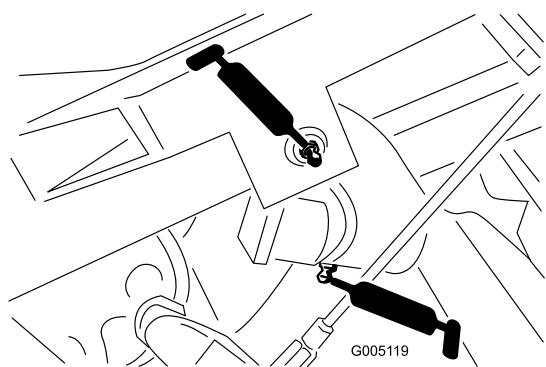

**Figura 36**
- Eixo da direcção (1) (Figura 36)
- Extremidade da haste do cilindro da direcção (Figura 36)